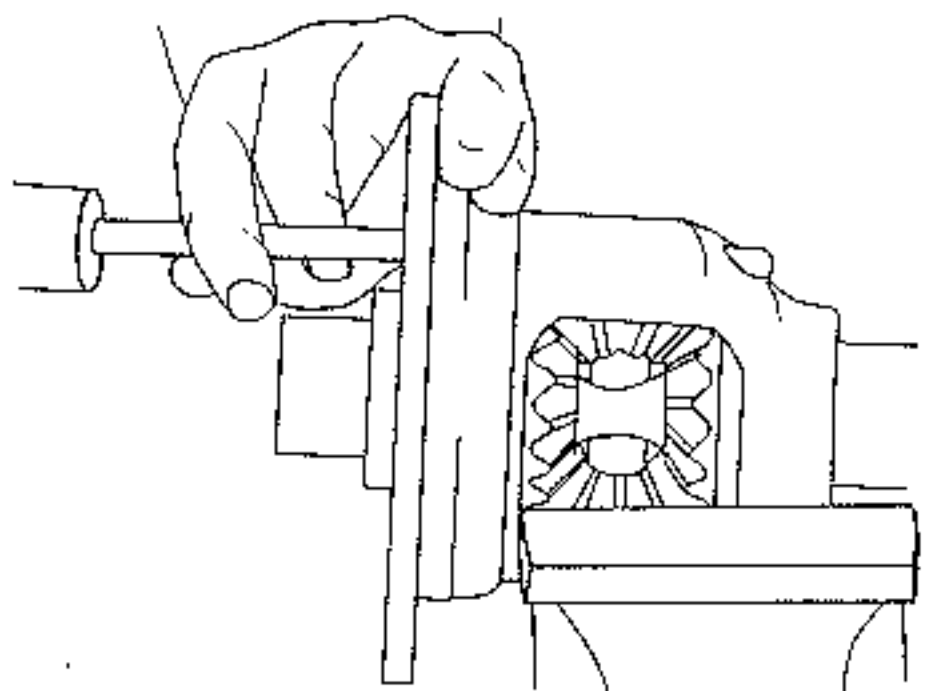

Bild 84
- Mit einem Schaftdorn von $\frac{3}{16}$ Zoll Durchmesser den Sicherungsstift der Differentialwelle wie in Bild 84 gezeigt, aus dem Differentialkorb heraustreiben.